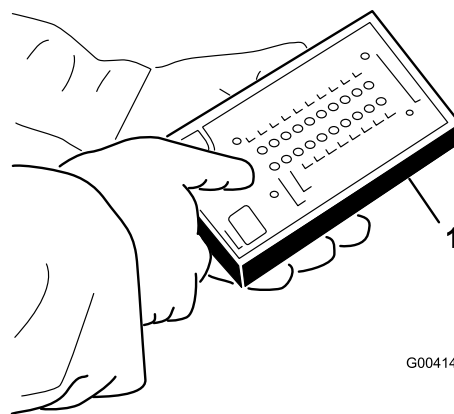

Figura 42
3. Ligue o conector do visor ACE de diagnóstico ao conector de fios (Figura 42). Certifique-se de que o